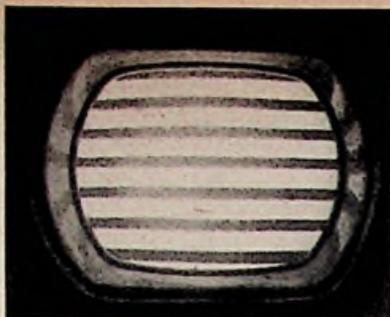

Bild 8. Waagerechte Balken zur Prüfung der Rasterlinearität
a) In der Stellung 2 des Bildmusterwahlschalters stellt man mit Hilfe des zugehörigen Reglers für die Einstellung der Anzahl der Balken (6...10) etwa acht waagerechte Balken ein. Da der gegenseitige Abstand aller Zellen über den ganzen Schirm gleich sein soll, müssen alle Balken bei Linearität des senkrechten Kippgerätes die gleiche Breite haben (Bild 8).